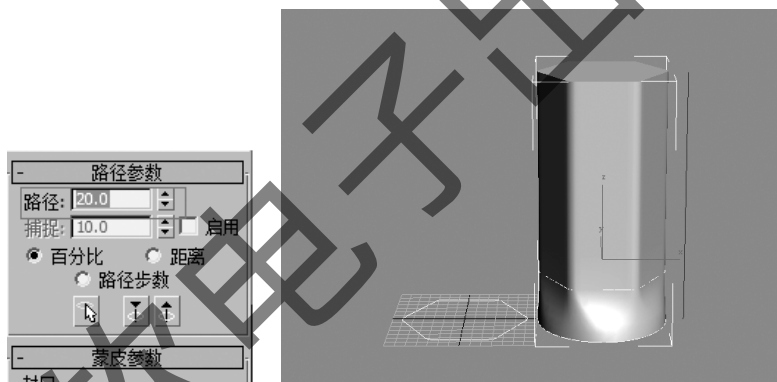

图 4-63 调整路径位置
Step5: 选择“Loft001”，进入修改面板，将“路径”调为 20，如图 4-63(左)所示。
Step6: 点击“获取图形”，拾取“多边形”作为第二个截面，如图 4-63(右)所示。